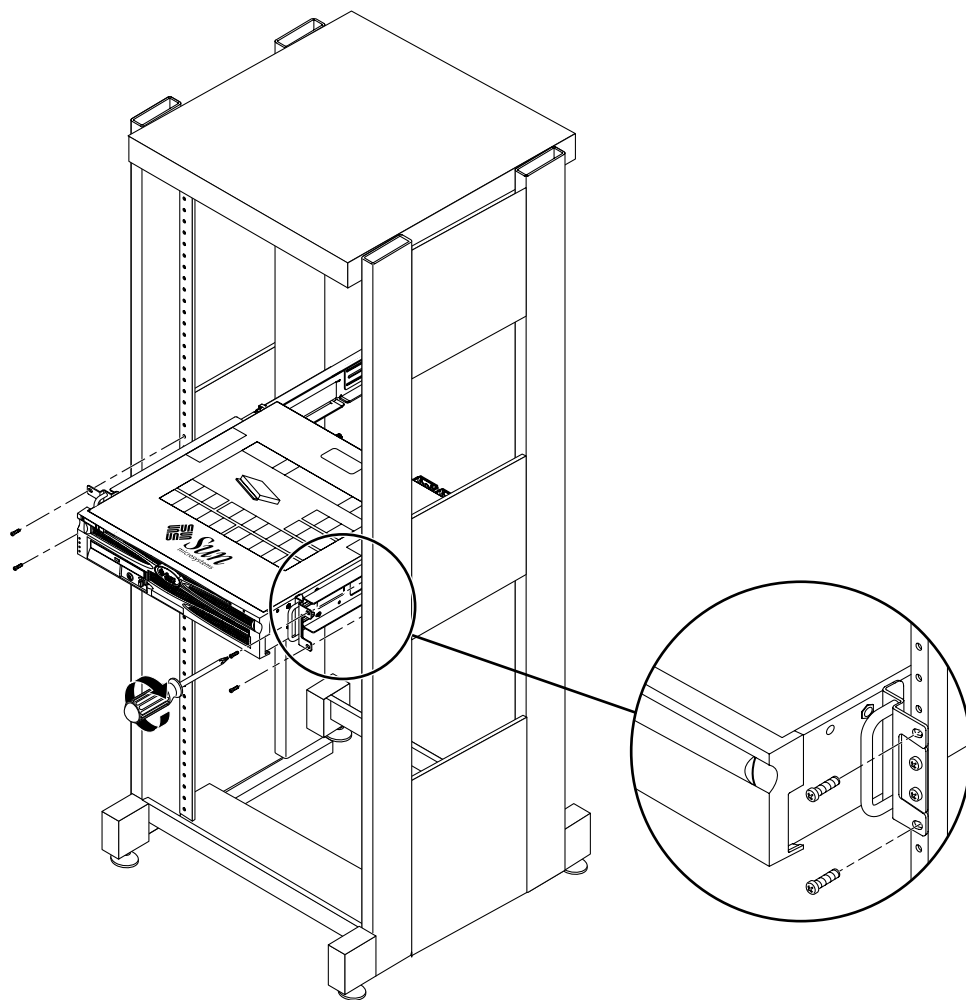

図 3-22 ラック正面へのサーバー正面の固定
17. ラックの正面で、両側にねじを 2 本ずつ使用して、サーバーに取り付けた側面レールをラックの正面に固定します (図 3-22 を参照)。